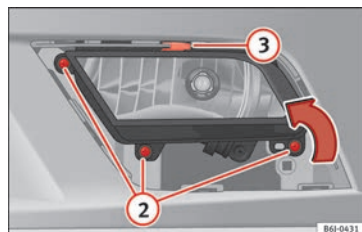

Bild 105 Dimljus fram.
- Ta bort skruvarna (3 st.) » **bild 105** ② för att få bort dimljuset.
- Ta bort metallclipset på dimljusets övre del genom att dra utåt från bilen » **bild 105** ③.